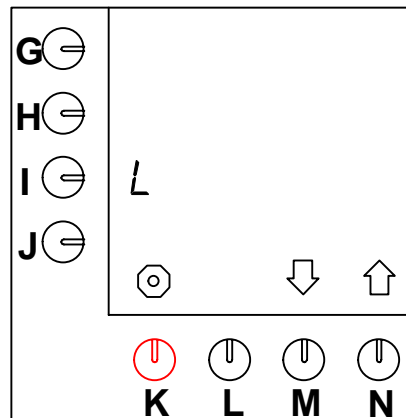

Fig. 32 Standardenheten = L (liter)
- Detta är standardinställningen (fig. 32).